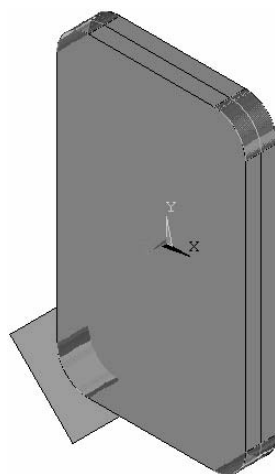

图 9-21 将上壳、下壳黏结在一起
- (2) 用移动命令将上壳与下壳拼接在一起, 并用胶结命令黏结它们的四个拐角 (见图 9-21)。